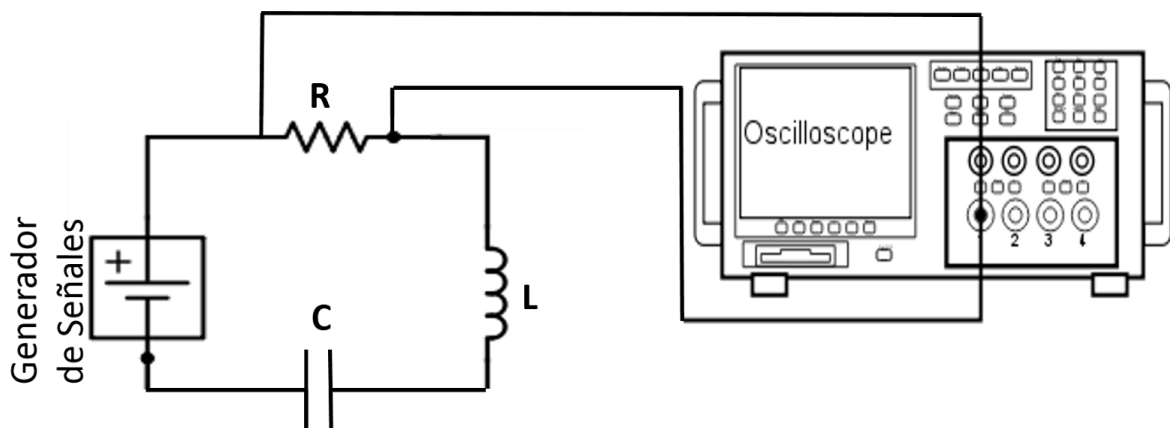

Figura 1: Circuito Experimental
1.- Arme el circuito RLC serie como lo indica la figura 1, y conéctelo al amplificador de potencia Pasco.